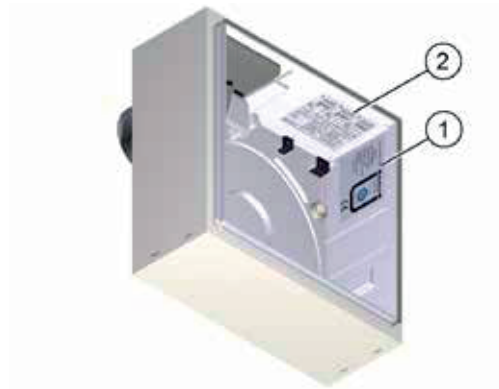

Abb. 7 Lage des Typenschilds
- ◆ Pos. 1 in Abb. 7 zeigt die Lage des Typenschilds.
- ◆ Pos. 2 in Abb. 7 zeigt die Lage des Aufklebers mit dem elektrischen Anschlusschema.